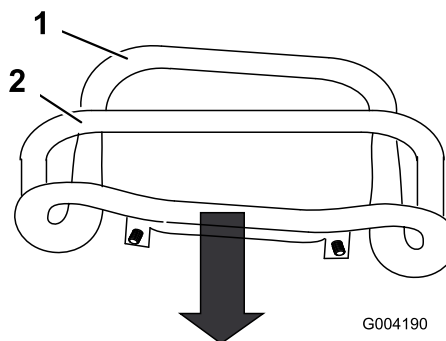

Figura 55
3. Tire hacia atrás del control de tracción hasta que la parte delantera del control entre en contacto con la barra de referencia (Figura 55).